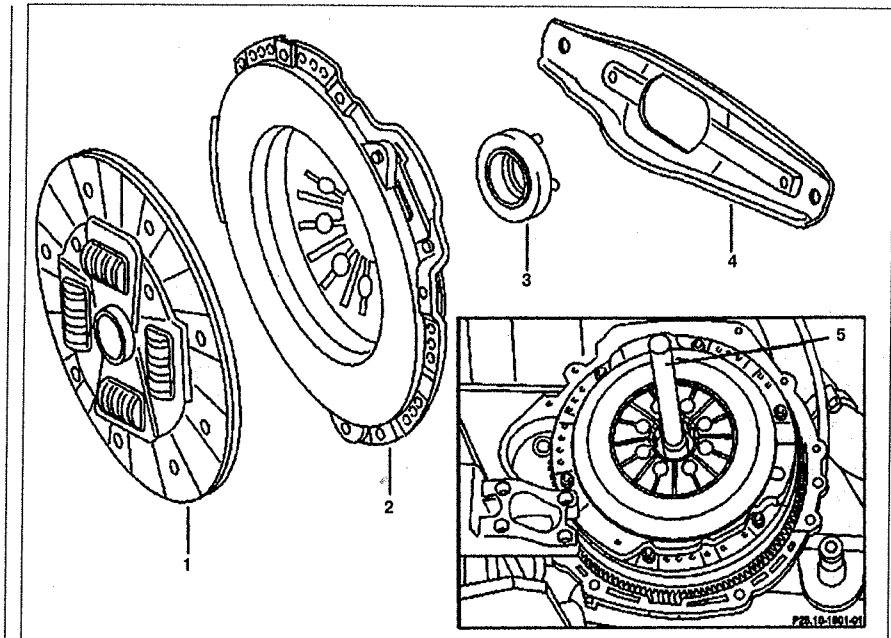

Рис. 6.1. Снятие и установка сцепления на автомобилях с двигателями 111.948 и 601.970:
2. Открутите болты крепления нажимного диска 2 (см.рис.6.1).